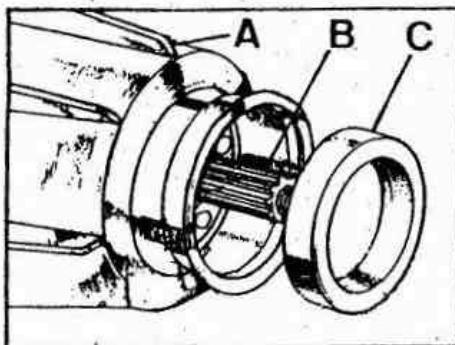

Fig. E -46 Retén de sellado de aceite
- 5.08. Impregnar el diámetro exterior del retén de aceite con compuesto para juntas y montarlo en el porta-diferencial con el labio hacia el interior (Fig. E -46).